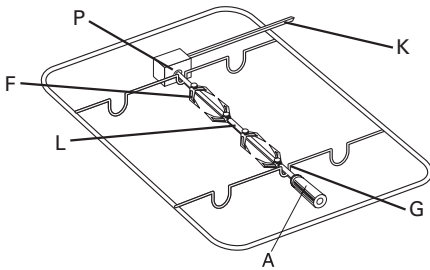

fig. 8 - NF925
- Embrochez les aliments (L) et fixez-les solidement avec les crochets (F) de façon bien équilibrée. Voir fig. 8.
- Enfoncez le tournebroche dans l'ouverture (P) du raccord et posez-le dans le crochet sur la face avant (G). Enlevez la poignée (A).
- Glissez la grille avec broche pour grill dans le four. Faites en sorte que l'axe d'entraînement (K) tombe dans l'orifice du moteur de grill.